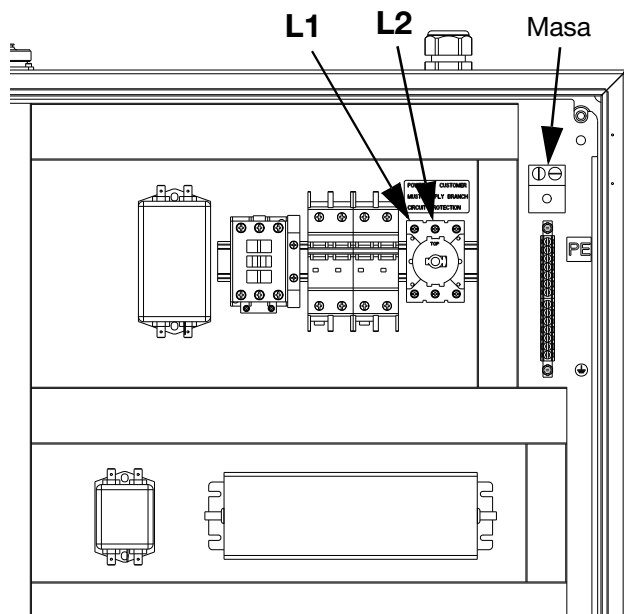

FIG. 6: Cableado de 240 V CA
- Para información sobre el cableado, consulte la FIG. 6.